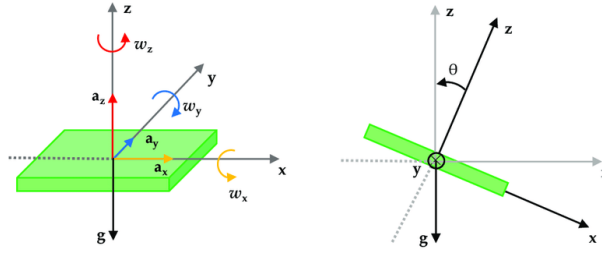

Figura 3: Componentes de aceleración.
3. Desplegar en el *Serial Monitor* la componente de aceleración (en fracciones de g) correspondiente a cada eje para cada posición arbitraria (Figura 3).